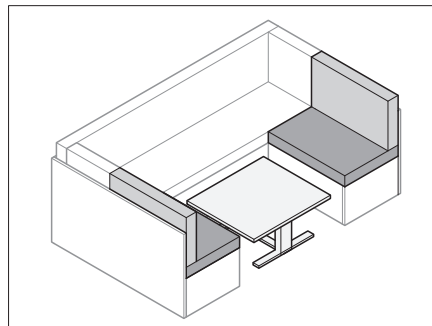

Fig. 66 Transformation de la table
- Transformer la table (Fig. 66) en sommier de lit (voir paragraphe 7.7).